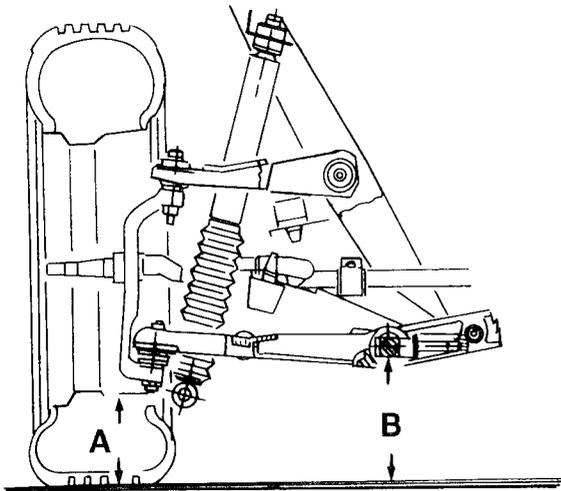

Bild 155
Zwei Messungen sind bei der Kontrolle der Wagenhöhe wichtig, die jeweils von einem ebenen Boden zu den in Bild 155 gezeigten Stellen zu messen sind. Das Mass «A» wird zwischen dem Boden und der Unterseite des Aufhängungskugelgelenks ausgemessen; das Mass «B» wird zwischen dem Boden und der Mitte des Lagerbolzens für den unteren Querlenker an der Innenseite gemessen.
- Das Mass «A» in Bild 155 mit einem Messlineal ausmessen und aufschreiben.
- Das Mass «B» in Bild 155 mit einem Messlineal ausmessen und aufschreiben.